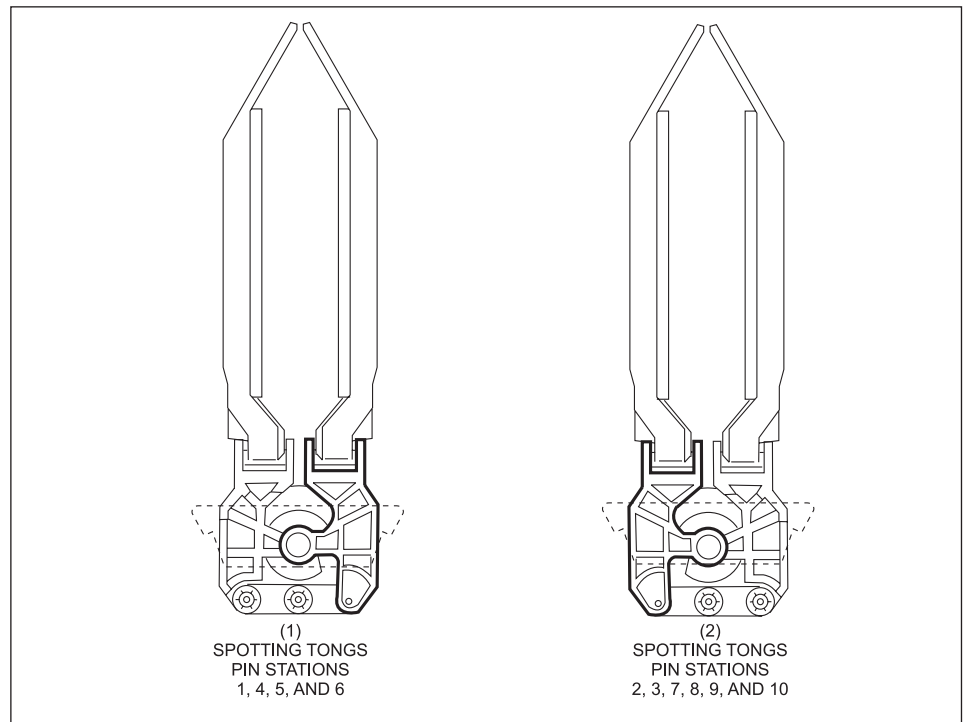

Abbildung 8-7. Greifzangen
5. Wählen Sie, je nach der Position der Zangen in dem Tisch, eine geeignete Ersatzzange aus. Siehe *Abbildung 8-7*.